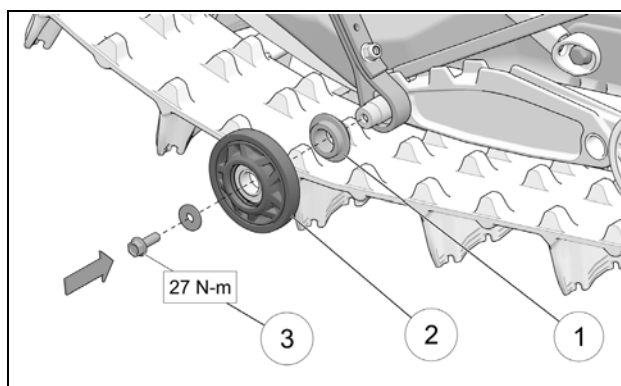

Figure 18
- Réinstaller la bague espaceur (1) et la roulette (2) sur l'arbre de roue. Serrer le boulon (3) au couple de 27 N-m (20 lb-pi). Figure 18.